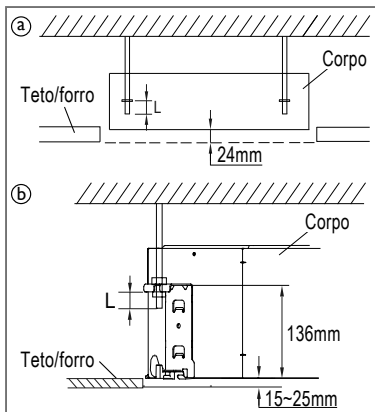

FIG. 14
- Ajuste a posição da unidade para garantir um espaçamento por igual entre e os lados e o teto/forro. A parte inferior da unidade deve ter uma diferença de altura de 24mm ("a" na Fig. 14 - modelos 40KVQD18) ou entre 15mm e 25mm ("b" na Fig. 14 - modelos 40KVQD24 e 40KVQD28) em relação ao teto.